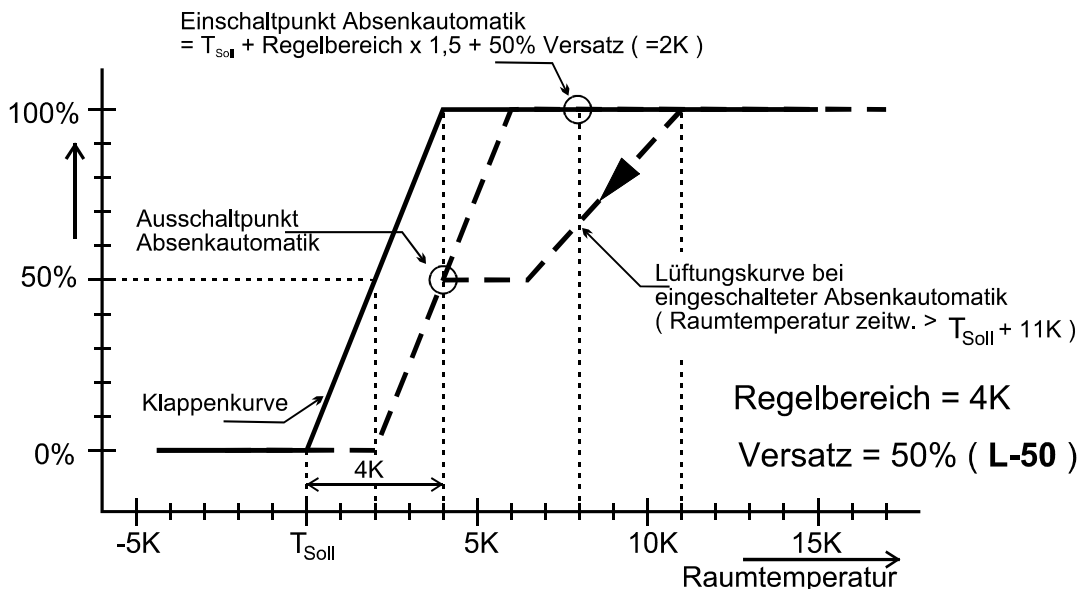

Bild 10: Regeleinsatzverschiebung bei eingeschalteter Absenkautomatik
- Bild 10: Regeleinsatzverschiebung bei eingeschalteter Absenkautomatik